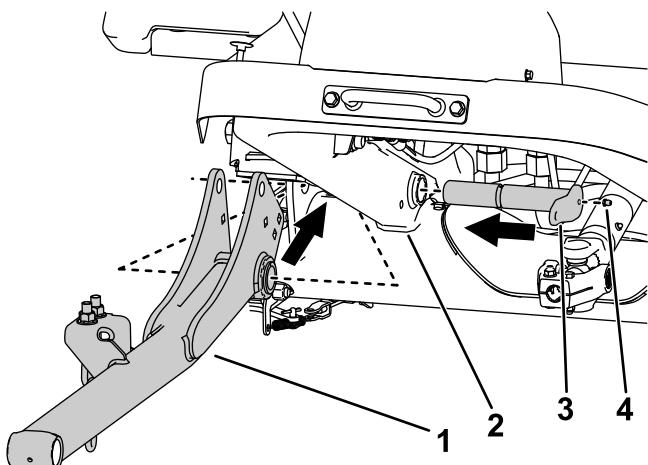

Рисунок 5
- Используйте 2 больших штифта для установки подъемных рычагов на раму машины (Рисунок 5).
3. Установите масленки на большие штифты (Рисунок 5).